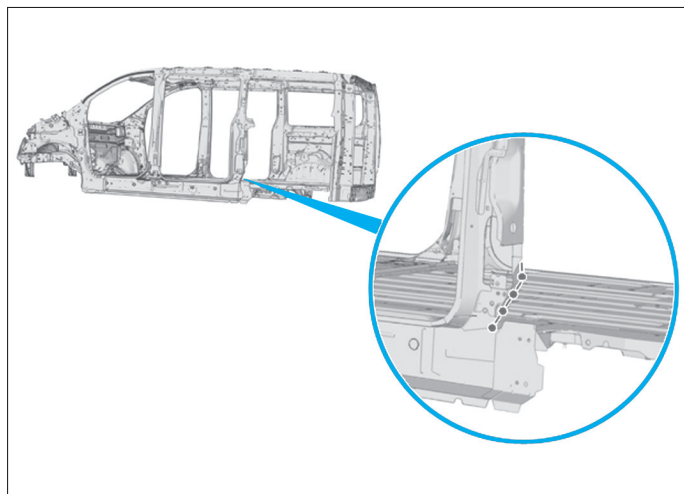

FIG. 106
- Préparer les bords d'accostage et les protéger par un apprêt soudable (Fig.106)